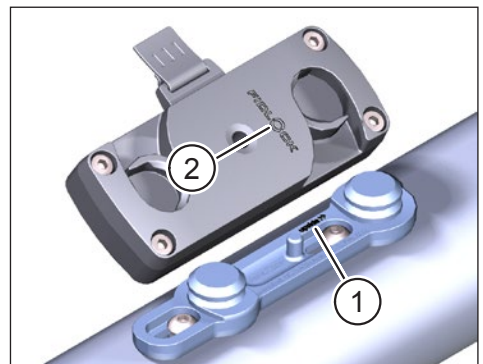

Abb. 2: Ausrichtung der FIDLOCK® Bike Base und des FIDLOCK® Force Connectors
- ▶ Beachten Sie bei der Montage auf der FIDLOCK® Bike Base die eingravierte Aufschrift **"upside>>"** (Pos. 1 in Abb. 2). Die Oberkante des FIDLOCK® Logo (Pos. 2 in Abb. 2) auf dem FIDLOCK® Force Connector muss in die Richtung des Pfeils von **"upside>>"** zeigen.